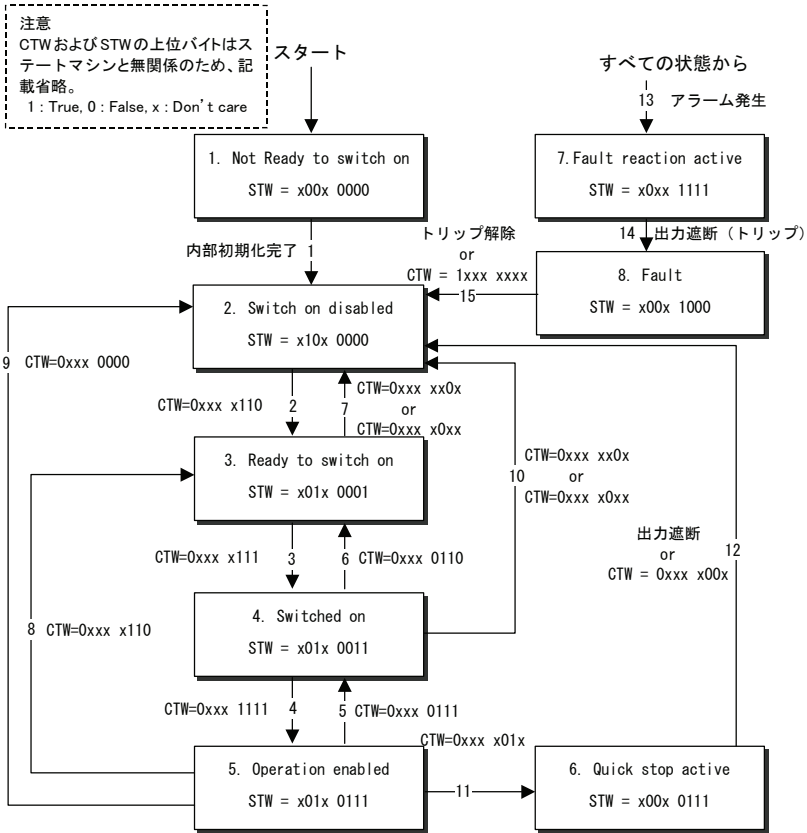

図 11.1 ステートマシン
- bit0~3 : ステートマシンの状態遷移操作。図 11.1 参照。
- bit0~2, 5, 6 : ステートマシンの状態表示。図 11.1 参照。
インバータを運転させるためには、DSP 402 で規定されたステートマシン（状態遷移図）を操作します。ステートマシンの状態遷移は Controlword（図中の CTW）により行い、状態のモニタは Statusword（図中の STW）により行います。図 11.1 にステートマシン、表 11.1 に各状態遷移時のインバータへの指令内容を示します。
ヒント 図 11.1 内の状態 5 “Operation enabled” に遷移させることでインバータは運転状態となります。